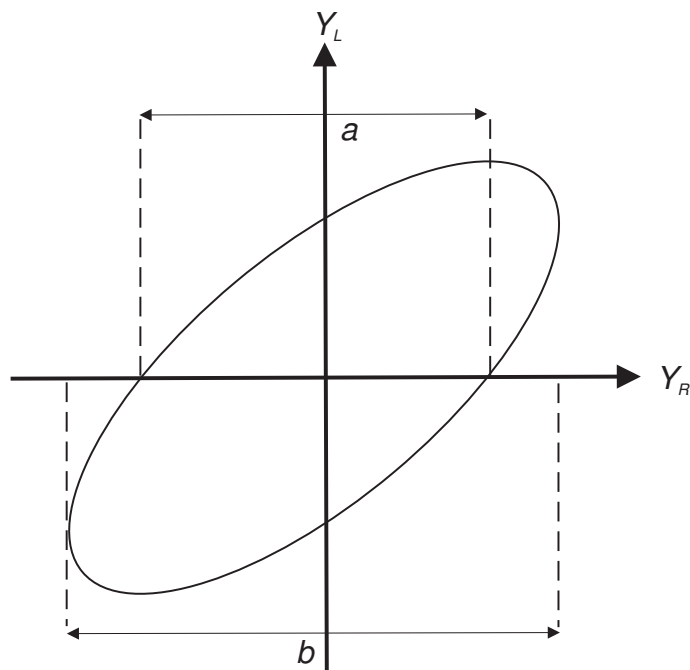

FIG. 5 – Mesure d'un déphasage à l'oscilloscope en mode XY
- Mesurer le déphasage  $\varphi$  entre  $V_R$  et  $V_L$ , en balayage et en XY ; en XY,  $|\sin \varphi| = a/b$  (voir Fig. 5) ;